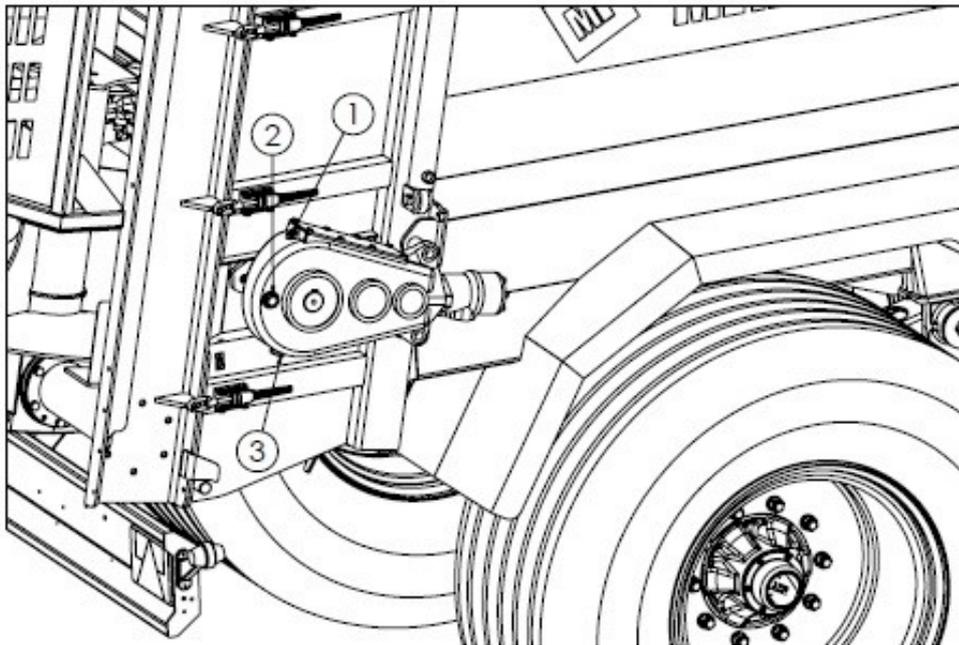

Abbildung 23. Ölstands-Kontrollpunkte des Rollbodens.
Um das Öl aus dem Getriebe (Abbildung 23, 24) abzulassen, die Ablassschrauben (3) lösen. Füllen Sie das Getriebe über die Ölfüllöffnung (1) mit neuem Öl, bis Öl im Schauglas (2) erscheint. Der richtige Ölstand ist dann erreicht, wenn das Öl in der Mitte des Schauglases sichtbar ist.